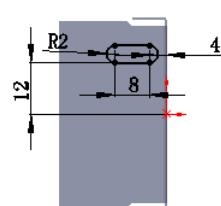

图 11.3.25 横断面草图
- ② 定义横断面草图。在草图环境中绘制图 11.3.25 所示的横断面草图。
- (3) 定义切除深度属性。在“切除一拉伸”对话框 **方向 1** 区域的下拉列表中选择 **完全贯穿** 选项，选中 **正交切除(N)** 复选框。其他选择默认设置值。
- (4) 单击 按钮，完成切除一拉伸 2 的创建。